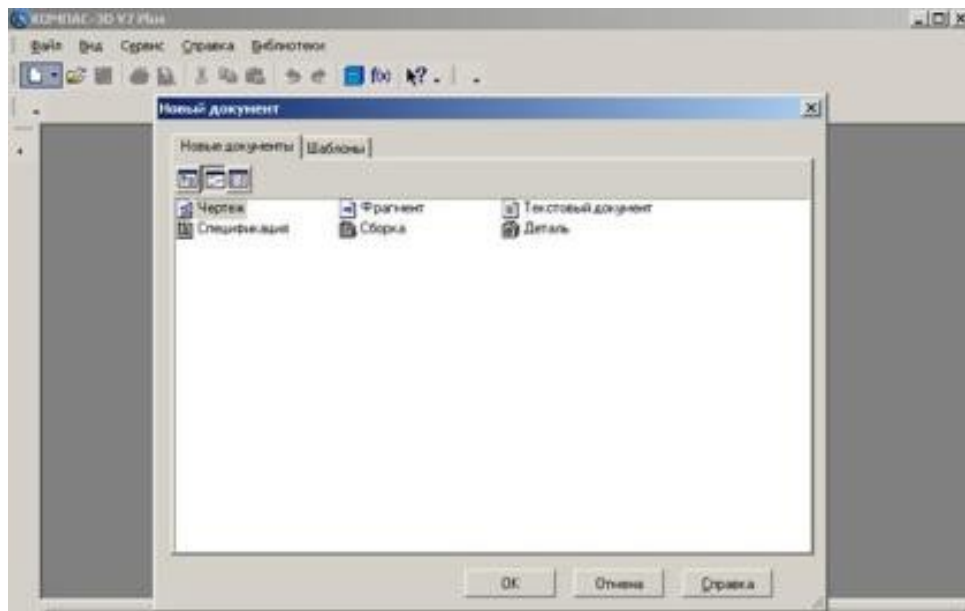
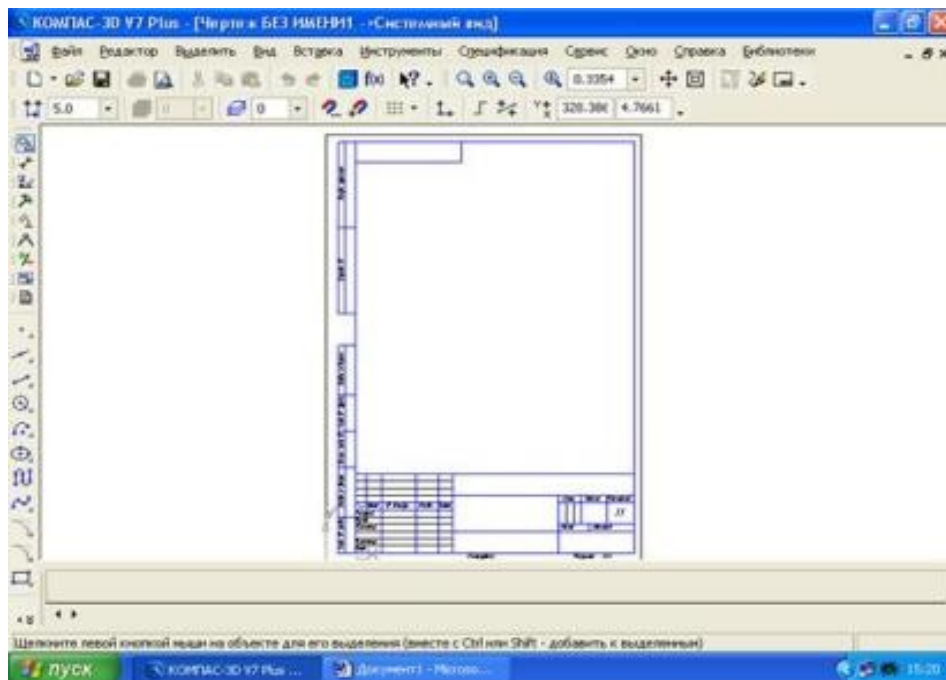

Рис.2
Рис.3 Создание листа чертежа
После запуска системы «Компас» на экране отобразится главное окно системы, на котором представлены элементы управления системой (рис.2).
- 1) Щелкнуть по кнопке «**Закреть программу**» в верхнем правом углу экрана (рис.2);
Для вывода на экран нового листа чертежа нужно щелкнуть по кнопке «**Создать документ**», откроется окно «**Новый документ**», в котором следует щелкнуть по кнопке «**Чертеж**» (рис.2). На экране появится лист формата А4, расположенный вертикально (рис.3).